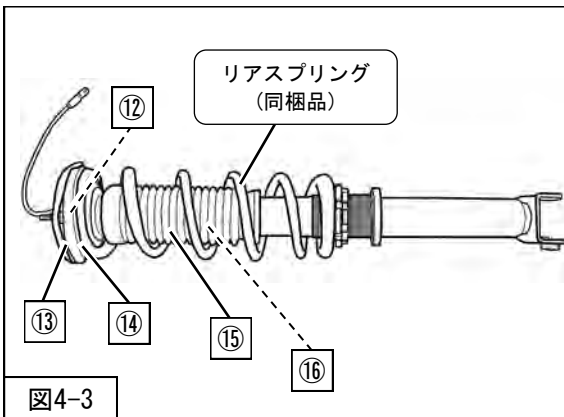

図4-3
- 3. スプリングコンプレッサーを使用し、リアスプリング (同梱品) を圧縮し、リアショックアブソーバASSY に取付けてください。(図4-3)
で固定してください。(図4-3)